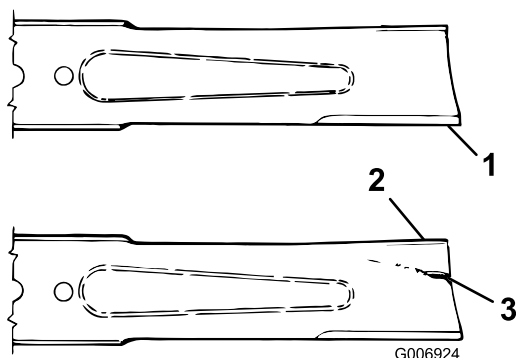

**Figure 60**
- Examinez attentivement les tranchants de la lame, particulièrement au point de rencontre de la partie plane et de l'ailette (Figure 60). Le sable et les matières abrasives peuvent éroder le métal à cet endroit, c'est pourquoi il est important de contrôler l'état de la lame avant d'utiliser la machine. Remplacez la lame si elle est usée (Figure 60) ; voir Dépose de la lame.
**Si la lame est trop usée, une entaille se forme entre la partie relevée et la partie plane (Figure 60). La lame peut alors se briser et un morceau être projeté du dessous de la machine, vous blessant gravement ou une personne à proximité.**